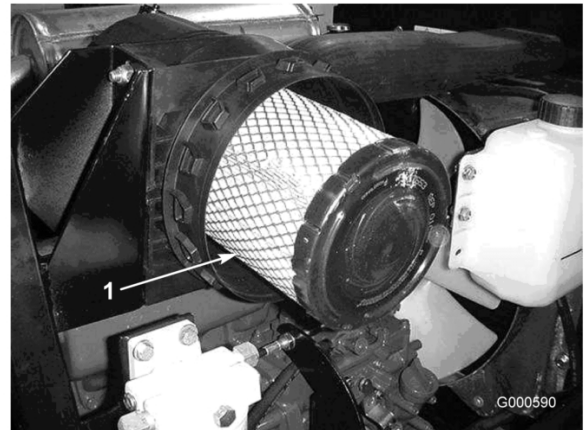

Bild 29
3. Entfernen und wechseln Sie den Hauptfilter aus (Bild 29).